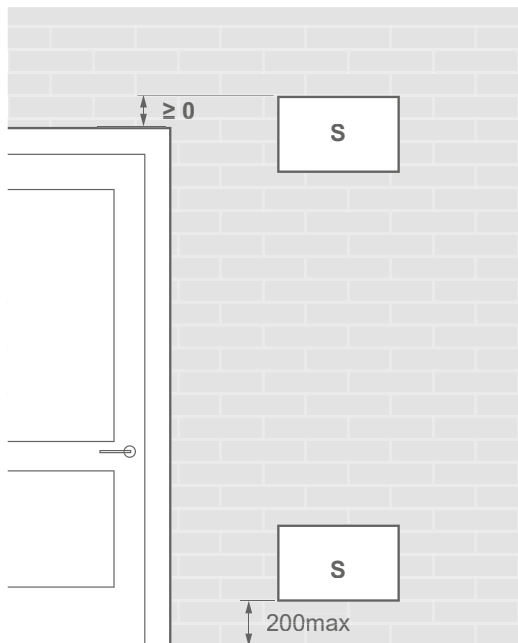

fig. 22 - Plaats van ventilatieopeningen
- De ruimte beschikt over natuurlijke ventilatie naar een andere ruimte waarvan de som van de volumes van de twee ruimtes groter is dan "koudemiddelvulling" (in kg) / 0,3 kg/m3. De ventilatieopeningen tussen de twee delen worden geleverd door openingen van ten minste: Zie fig. 23 en fig. 22.